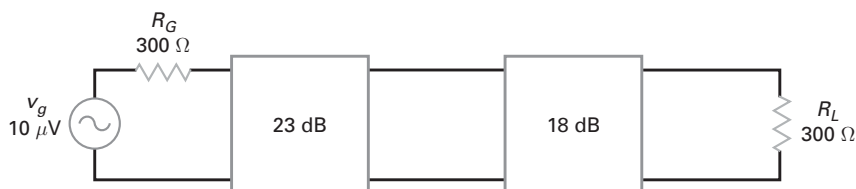

Figura 14-35
- 14-15** Se o circuito da Figura 14-35 for um sistema de impedância casada, qual o ganho de tensão total em decibel? Qual o ganho de tensão em decibel de cada estágio?
- 14-16** Se os estágios do circuito da Figura 14-35 são de impedância casada, qual a tensão na carga? Qual a potência na carga?